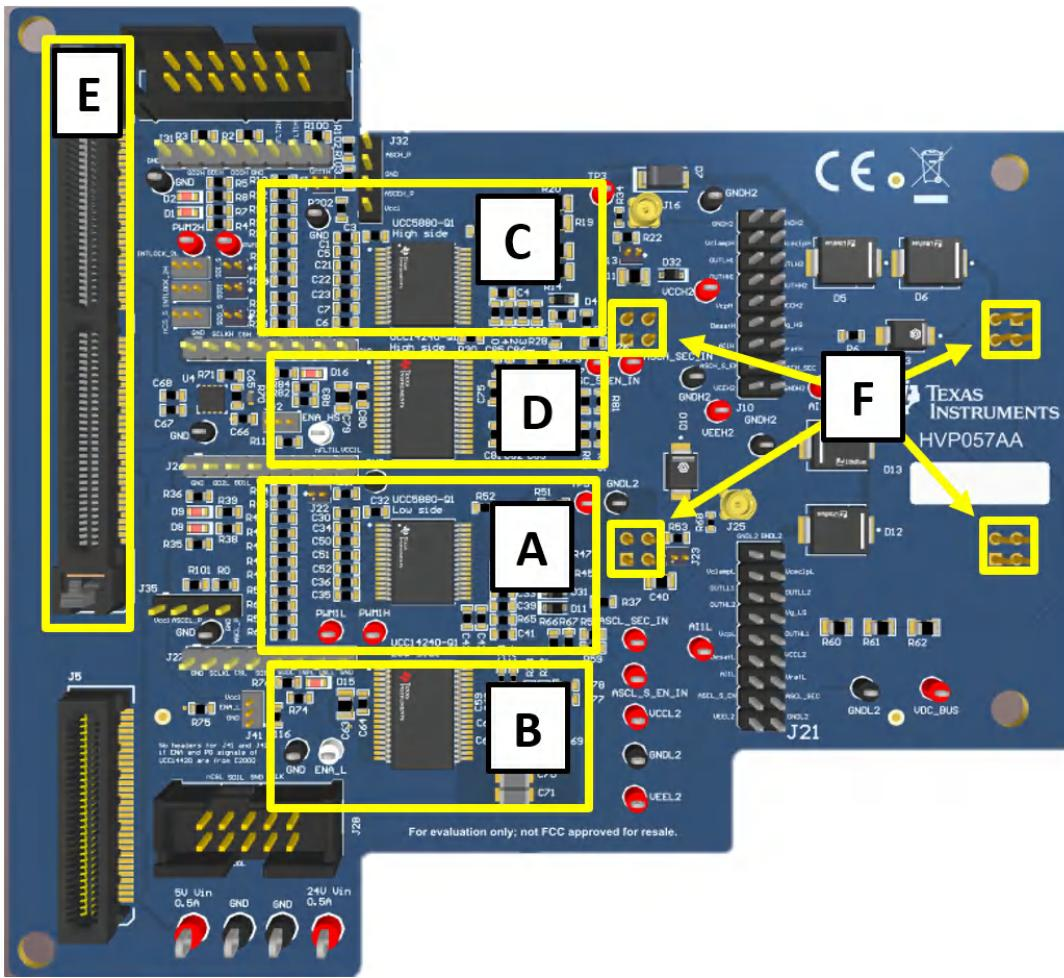

图 2-1. UCC5880QEVM-057 功能块
**UCC5880Q1EVM-057** 是一款半桥 EVM，由以下部分组成：高侧和低侧栅极驱动器 (UCC5880-Q1)、隔离式辅助电源 (UCC14240-Q1)、与 MCU 子卡 (C2000 F280039C) 的接口以及与基于 Wolfspeed XM3 SiC 的半桥电源模块的直接连接。图 2-1 显示了 EVM 上每个功能块的位置。